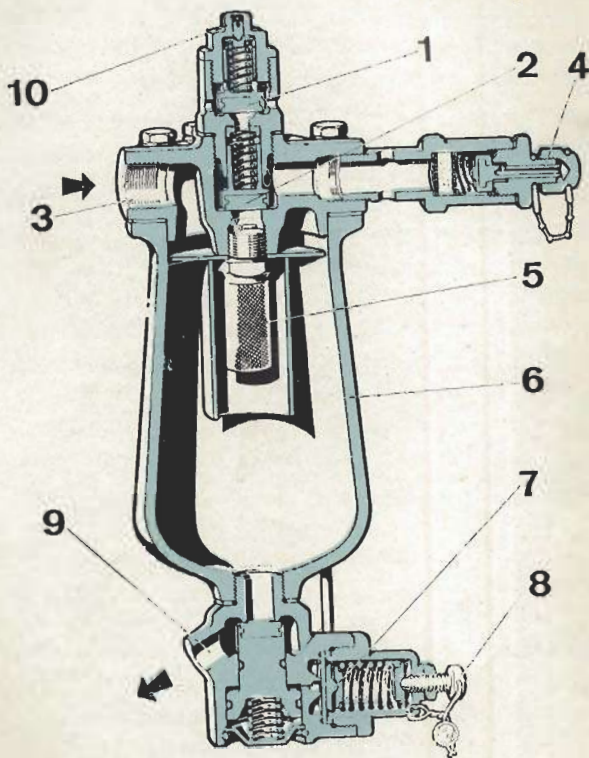

Fig. 11.2. - Depurador-regulador de aire
11.4 DEPURADOR-REGULADOR DE AIRE (fig. 11.2)
Válvula de inflar neumáticos (4 - fig. 11.2). — Para utilizarla, sacar el tapón situado en el extremo del cuerpo (4) de descarga automática y conectar la extremidad de la manguera, roscándola en el racor que a su vez abrirá la correspondiente válvula, quedando el circuito de aire conectado al neumático de la rueda. El aire suministrado al neumático queda filtrado por un tejido de malla de nylon.